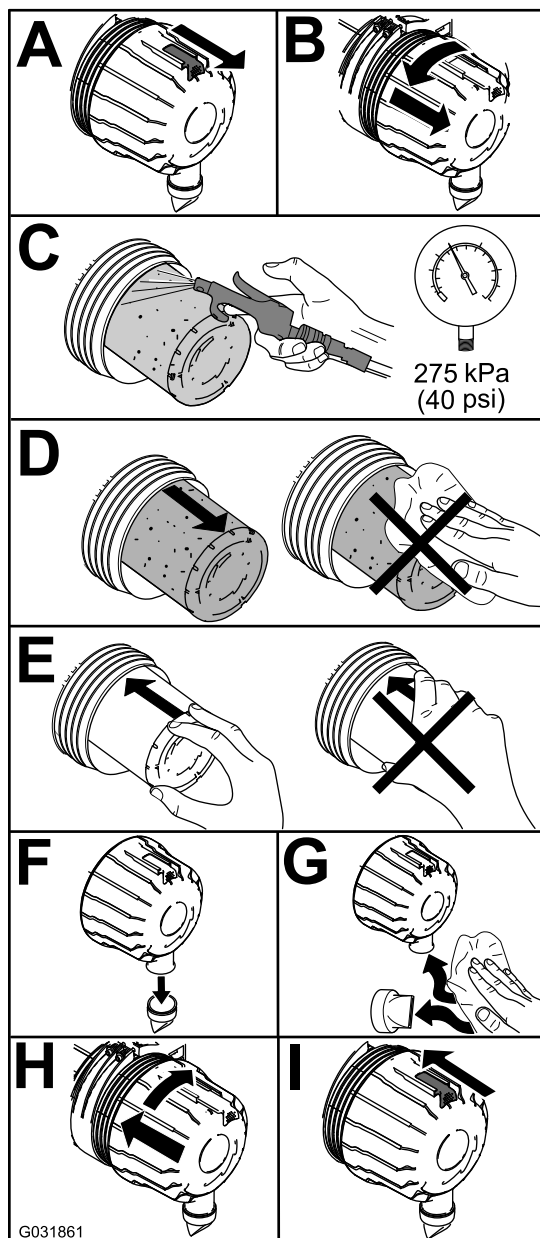

Figura 53
1. Substitua o filtro de ar (Figura 53).